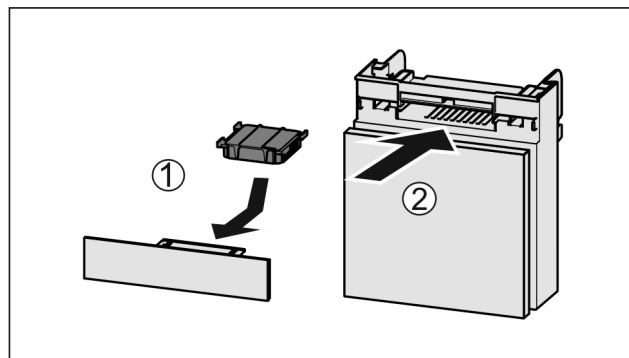

Fig. 41
- ▶ Установите фильтр с активированным углем, как показано на рисунке Fig. 41 (1).
- ▶ Вставьте отделение Fig. 41 (2).